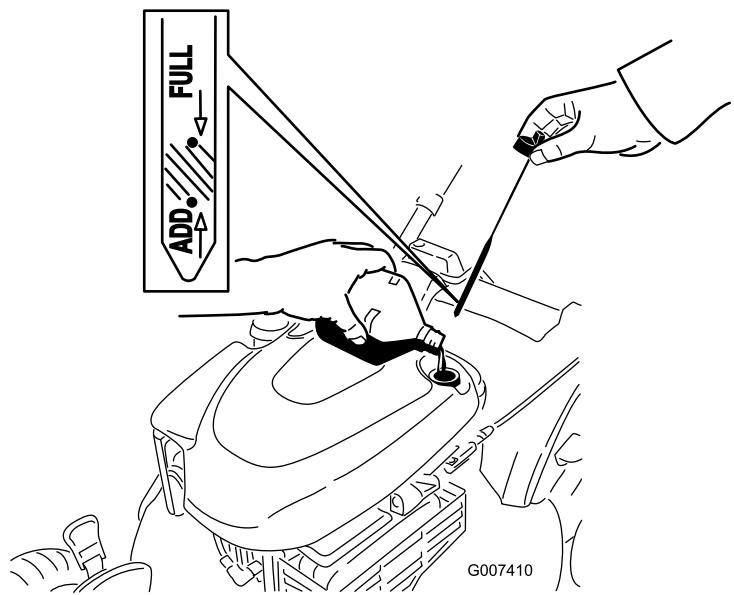

Figura 44
- Rimuovete l'asta di livello e controllate il livello dell'olio; fate riferimento a Figura 44.